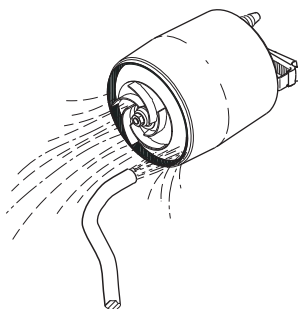

Fig. 12 Come effettuare il flussaggio della pompa
4. Effettuare pulizia e flussaggio all'interno della pompa per rimuovere eventuali impurità fra il motore e la camicia della pompa. Pulire la girante. Vedere la fig. 12.